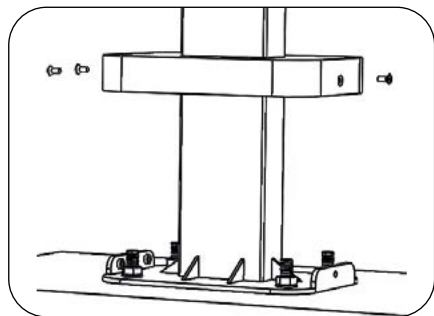

Figura 22
4. Svitare 3 M3x8 viti sulla base della colonnina (Figura 22), sollevare la copertura e allinearla con i fori di installazione prima di fissare i bulloni inferiori.